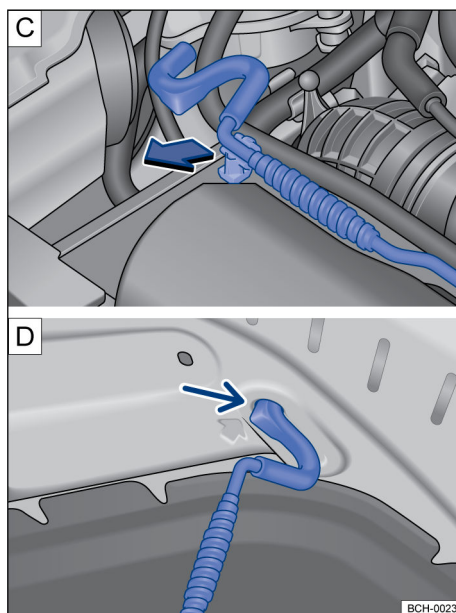

Fig. 181 [C] Varilla de sujeción de la tapa del compartimento del motor. [D] Tapa del compartimento del motor apoyada en la varilla de sujeción.
- Retirar la varilla de sujeción del soporte en el sentido de la flecha → fig. 181 [C] y posicionarla en el hueco de paso del capó delantero → fig. 181 [D].
- Retirar la varilla de sujeción del orificio → fig. 181  y encajarla en el portacierre → fig. 181 .